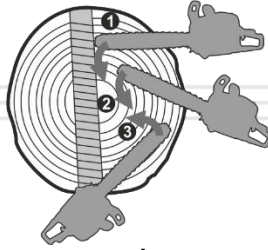

Рисунок 18. Розпилювання колоди із використанням зубчастого упору бензопили
2. Розпиляєте колоду, занурюючи пилку в деревину методом обертання, використовуючи упор як додатковий важіль (див. рис.18).